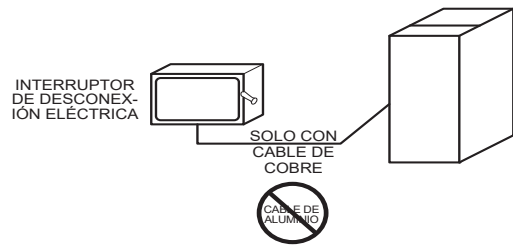

Fig. 34 – Caja eléctrica externa no incluida en la carcasa del calefactor A190279SP
9. Conecte los cables de alimentación y neutro del sitio a los cables de alimentación del calefactor dentro de la caja eléctrica externa, como se muestra en la Fig. 34.